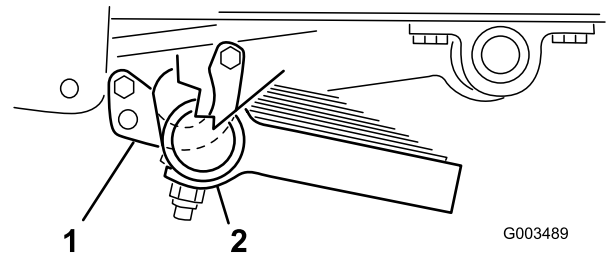

Figure 12
3. Fixez l'avant de chaque étrier au tube à l'aide d'un boulon (5/16 x 1 po) et d'un contre-écrou (5/16 po) (Figure 12).